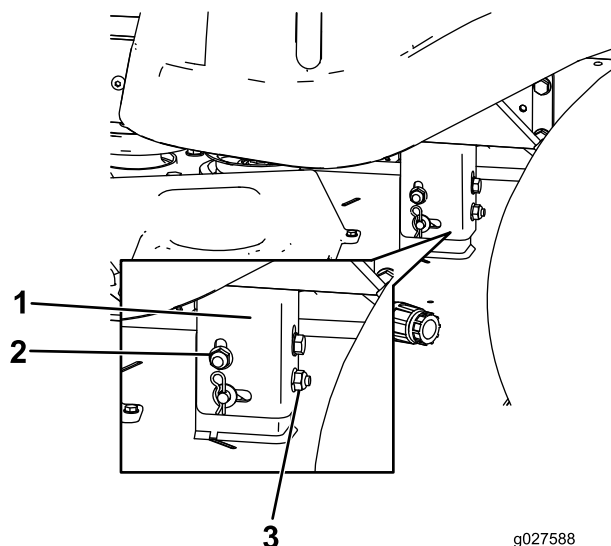

Figure 52
8. Élevez ou abaissez le côté gauche du tablier de coupe en tournant l'écrou arrière (Figure 52).
Remarque: Tournez l'écrou arrière dans le sens horaire pour élever le tablier de coupe ou dans le sens antihoraire pour abaisser le tablier. (Figure 52).